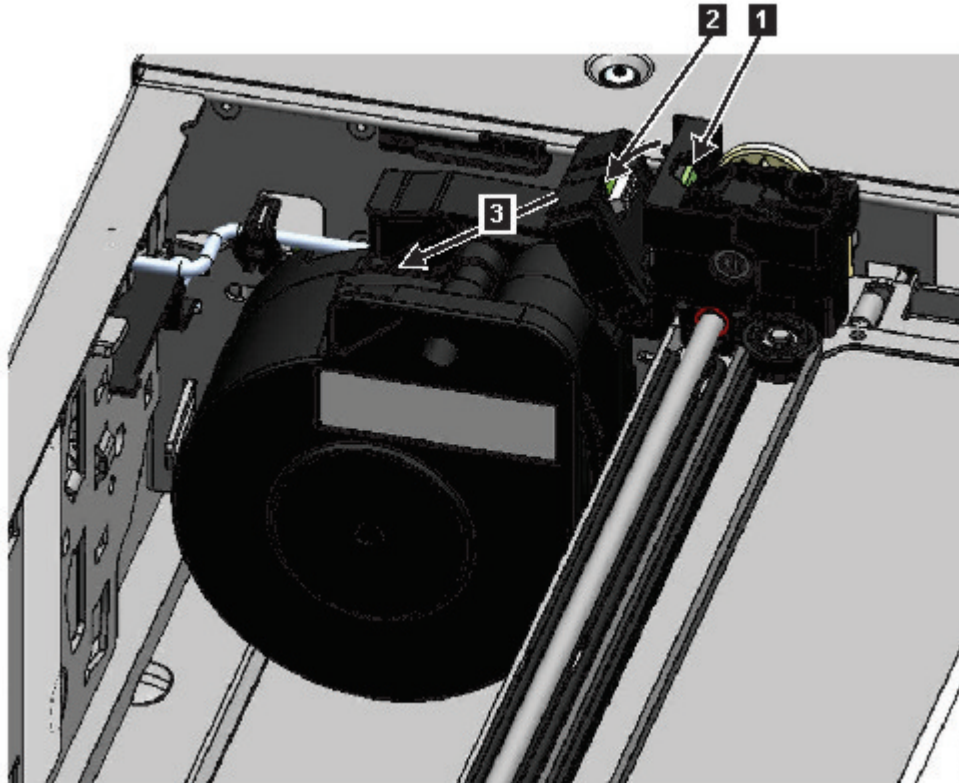

Abbildung 74. Spooling-Kabel entriegeln und in Vorrichtung ablegen
7. Drücken Sie oben auf dem Zugriffsmechanismus an der Stelle, an der das Spooling-Kabel angeschlossen wird, auf die Verriegelung (**1** in Abb. 74) und drehen Sie dann das Teil nach außen, das das Spooling-Kabel hält (**2**).
8. Heben Sie das Spooling-Kabel aus dem Zugriffsmechanismus und legen Sie es in seiner Vorrichtung oben auf dem Spooling-Mechanismus (**3** in Abb. 74) ab.